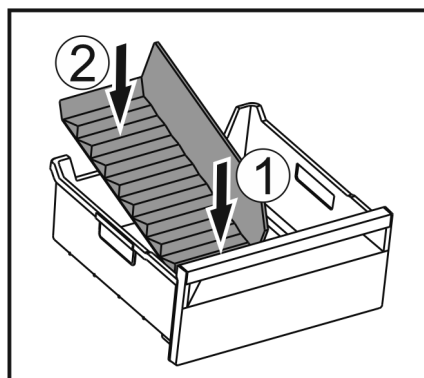

Fig. 51
- Primero coloque la parte delantera del separador Fig. 51 (1).
- Baje la parte posterior Fig. 51 (2).